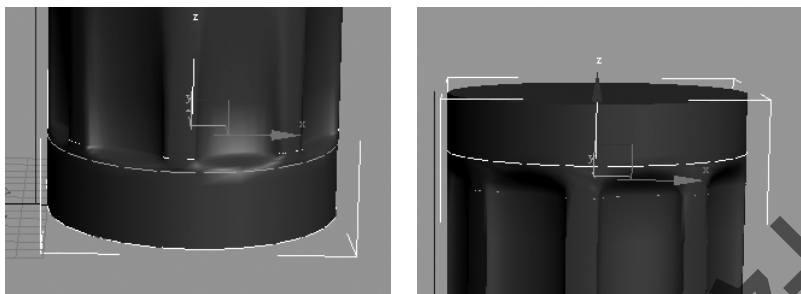

图 4-44 调整截面距离的位置
Step20:放样物体已经初具形状,但是两个截面之间的转折太平滑,需要将转折加强。选择底部圆,向不规则的截面靠近,如图 4-44(左)所示。
Step21:选择“不规则截面”,按着【Shift】键沿 Z 轴方向向上移动,位置在靠近上边“圆形”截面的下方,如图 4-44(右)所示。